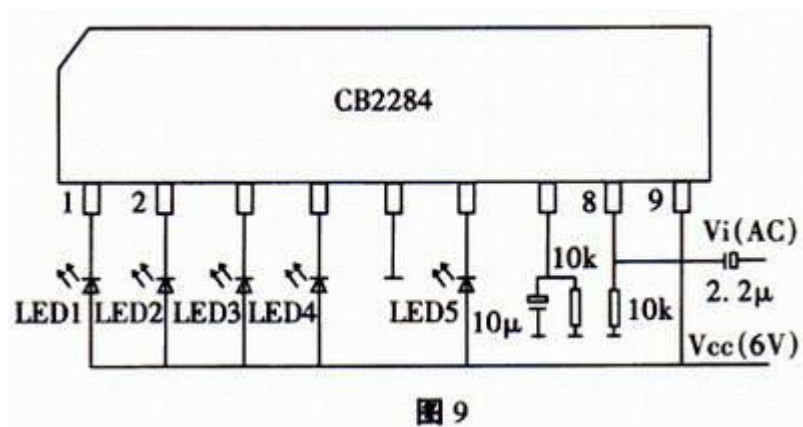

图 9
(5) 电平表。目前, 在音响设备中大量使用 LED 电平表。它是利用多只发光管指示输出信号电平的, 即发光的 LED 数目不同, 则表示输出电平的变化。图 9 是由 5 只发光二极管构成的电平表。当输入信号电平很低时, 全不发光。输入信号电平增大时, 首先 LED1 亮, 再增大 LED2 亮……。